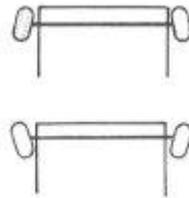

Fig. 8.
- Convergencia o divergencia: Según el vehículo sea de tracción o propulsión, respectivamente; se considera la mangueta y la prolongación del eje, esto es, que las ruedas no están completamente paralelas en reposo. La diferencia, suele ser de 2 mm. (Fig. 8).